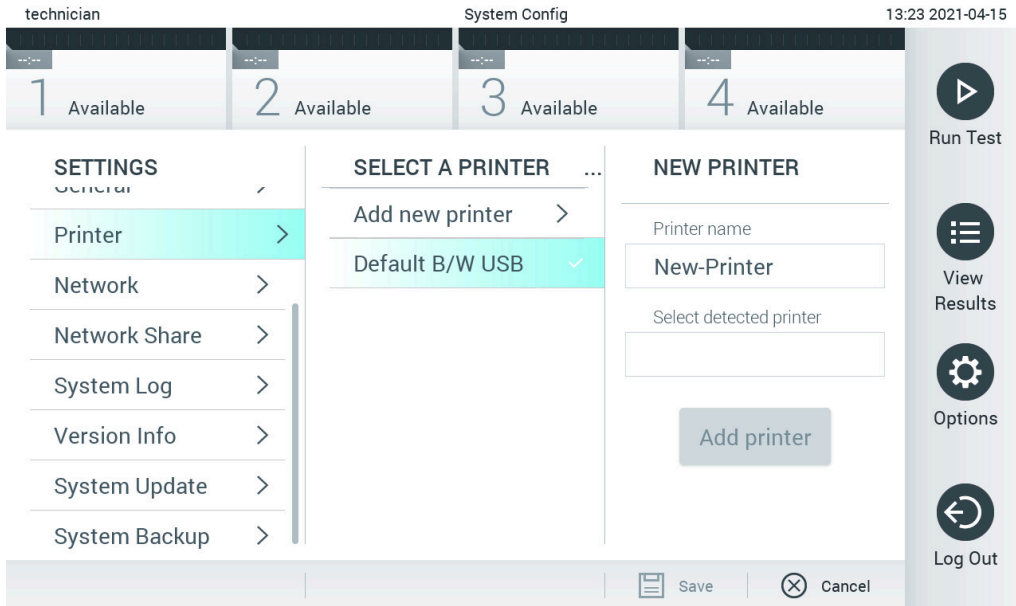

图 101. 通过安装驱动程序安装打印机
5. 单击 **Add Printer**（添加打印机）（图 101）。